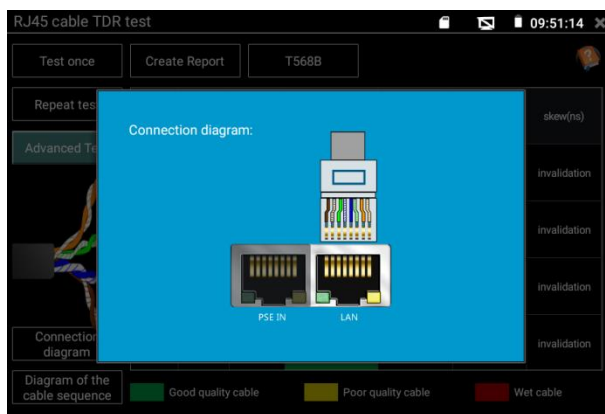

Рис. 104 Справочная схема подключения кабеля к тестеру для TDR теста
- 3) «Схема подключения» (Connection diagram) показывает, к какому порту должен быть подключен испытываемый кабель, рис. 104;